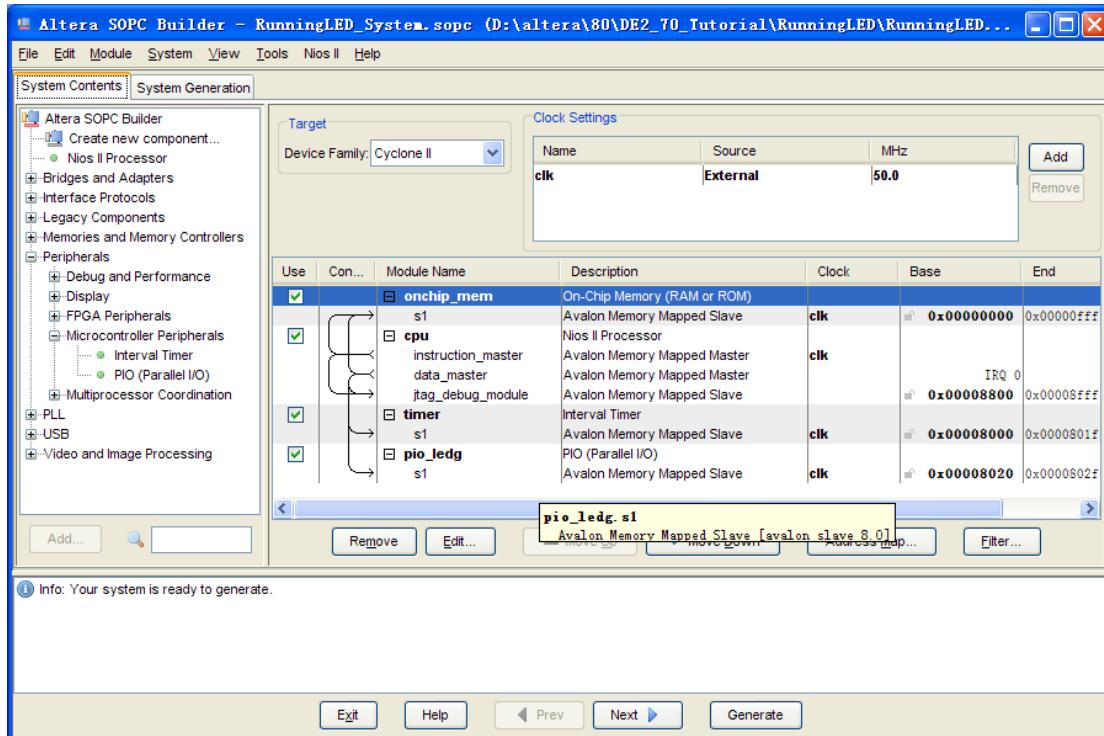

图 7-6 完成的 SOPC 工程
8. 完成 SOPC 工程设计,为了方便将 PIO 的名称改为 pio\_ledg。在 pio 上点击右键 -> rename, 将名称改为 pio\_ledg。如图 7-6。